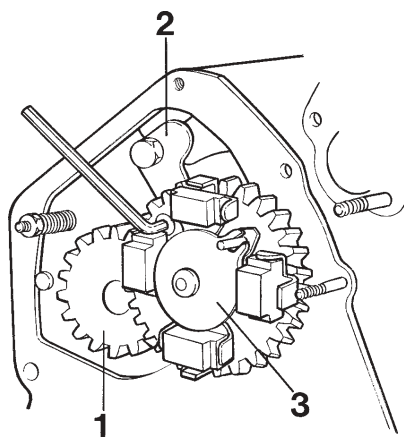

Fig. 67 Dépose de l'arbre à cames
4. Enlever les vis pour l'arrêt de vis (une vis est accessible par le trou dans le pignon d'arbre à cames), figure 67.